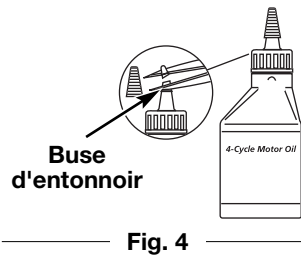

Fig. 4
Votre appareil est livré avec une bouteille d'huile SAE 30 SF, SG, SH de 90 ml (3,04 oz) (Fig. 4).
1. Dévisser le bouchon de la bouteille d'huile et retirez le papier couvrant l'ouverture. Replacez le bouchon. Coupez la pointe de la buse de l'entonnoir (Fig. 4).